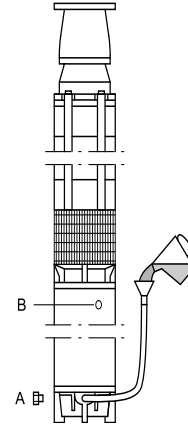

Abb. 4
1. Unterwasserpumpe wie in Abb. 4 gezeigt stellen.
2. Einfüllschraube (A) entfernen und den mitgelieferten Stutzen mit Rohr und Trichter montieren.
3. Entlüftungsschraube (B) entfernen, damit die Luft entweichen kann.
5. Mit der Wassereinfüllung aufhören. Entlüftungsschraube (B) wieder einsetzen und Rohr und Trichter entfernen. Schraube (A) einsetzen und fest anziehen.